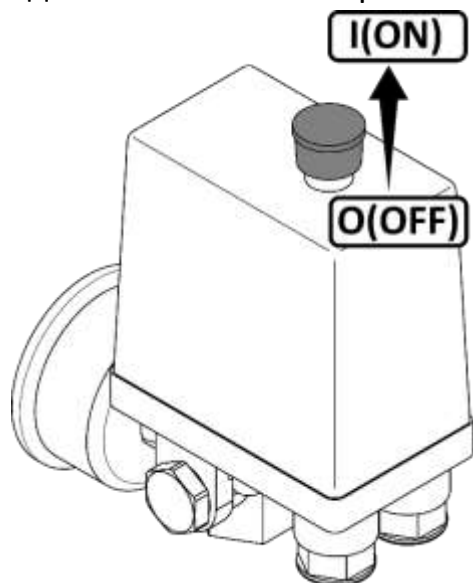

Рисунок 3
- Проверьте, чтобы выключатель на прессостате находился в выключенном положении "OFF" или "O", в зависимости от исполнения (см. рисунок 3).
- Включите компрессор выключателем на прессостате и сразу же выключите. Для этого необходимо переключить выключатель в положение "I" или "ON", в зависимости от исполнения (см. рисунок 3)
- 1 Выключить компрессор выключателем на прессостате. Для этого необходимо переключить выключатель в положение "O" или "OFF", в зависимости от исполнения (см. рисунок 3). После этого остановится электродвигатель и произойдет сброс давления из нагнетательного воздухопровода и поршневого блока.
- 1 Переключите выключатель на прессостате в положение "0" или "OFF", в зависимости от исполнения (см. рисунок 3).